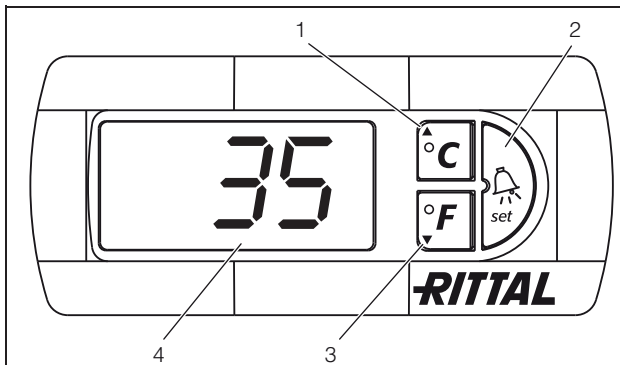

Bild 21: Display och systemanalys med e-Comfort controller
e-Comfort kontrollern har en 7-segmentsdisplay (bild 21, nr. 4). Efter att strömförsörjningen kopplats in visas den aktuella mjukvaruversionen under de första 2 sekunderna. I normal drift visar meddelandet både temperatur (i grad Celsius eller grad Fahrenheit, omkopplingsbar) och även störningar.
Programmering av apparaten görs via knapparna 1 – 3 (bild 21) Parametrarna för detta visas likaså på displayen.
- Tryck samtidigt på knapparna 1 och 2 (bild 21) i minst 5 sekunder.
Med knapparna 1, 2 och 3 (bild 21) kan du ändra parametrarna inom angivna områden (minimivärde, maximivärde).
Eco-mode tjänar till energibesparing för luft/vatten värmeväxlaren vid ingen eller liten värmebelastning i apparatskåpet (t. ex. Standby-drift, ingen produktion eller veckoslut). Därvid kopplas förångarfläkten i inre kretsloppet från efter behov, när den aktuella innertemperaturen i apparatskåpet sjunker 10 K under det inställda börvärdet. För att tillförlitligt registrera den aktuella innertemperaturen under tiden, startar fläkten cykliskt var 10:e minut under 30 sek. (se bild 21). Uppnår innertemperaturen åter området 5 K under inställt börvärde, kopplas fläkten åter på i kontinuerlig drift. Om så önskas kan Eco-mode inaktiveras via manöverdisplayen. För detta kopplas parametrarna om från 1 till 0 i programmeringsplanet (se tab. 6, sidan 18). Fläkten går sedan i kontinuerlig drift.